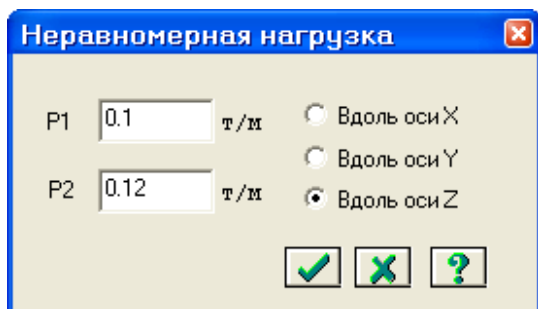

Рис.5.22. Диалоговое окно **Неравномерная нагрузка**
- В диалоговом окне **Задание нагрузок** щелчком по кнопке трапецевидной нагрузки на группу стержней вызовите диалоговое окно **Неравномерная нагрузка** (рис.5.22).